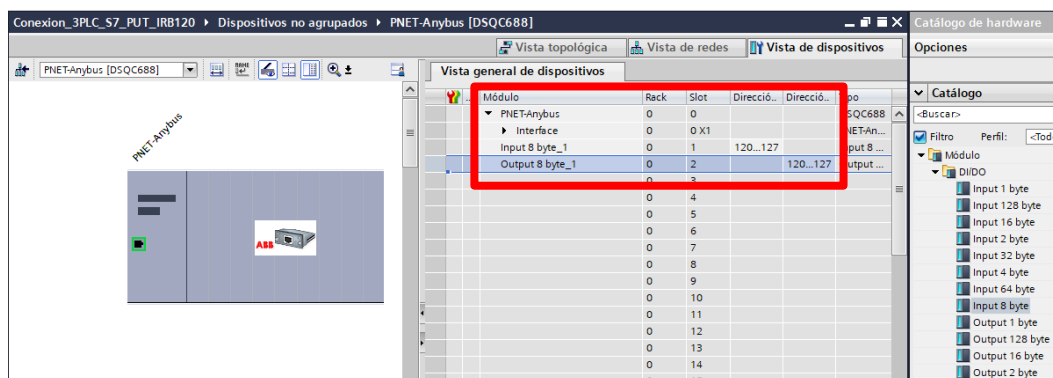

Figura 21. Asignación de bytes de entradas y salidas al dispositivo PROFINET ABB, y direccionamiento de los mismos.
6. Asigna tantos bytes de entrada y salida como hayas configurado en el robot, y asígnalos a partir de la posición de memoria %I120 y %Q120 del PLC (Figura 21).